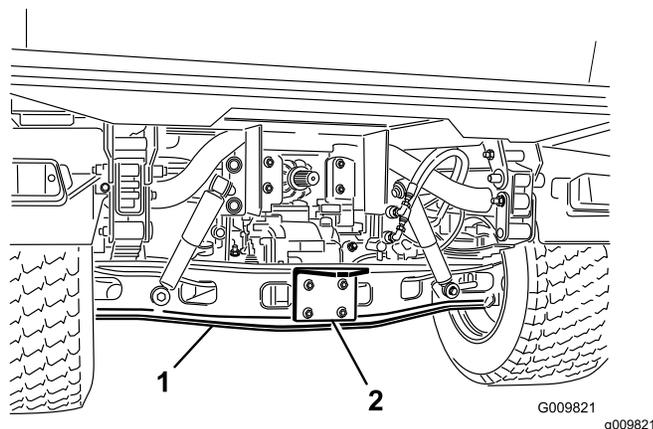
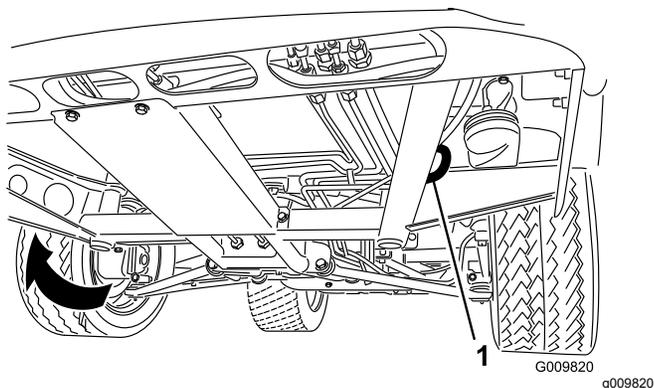

Рисунок 20
Рисунок 19
См. местонахождение точек крепления автомобиля на Рисунок 19 и Рисунок 20.
1. Прикрепите буксирный трос к сцепному устройству в передней части рамы автомобиля (Рисунок 19).